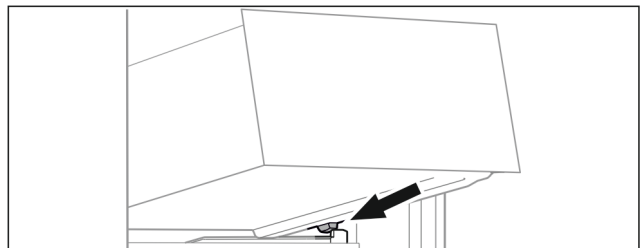

Fig. 35
- ▶ Встановити висувний ящик за стопорами на ребро для резервуару навскоси. (див. Fig. 35)